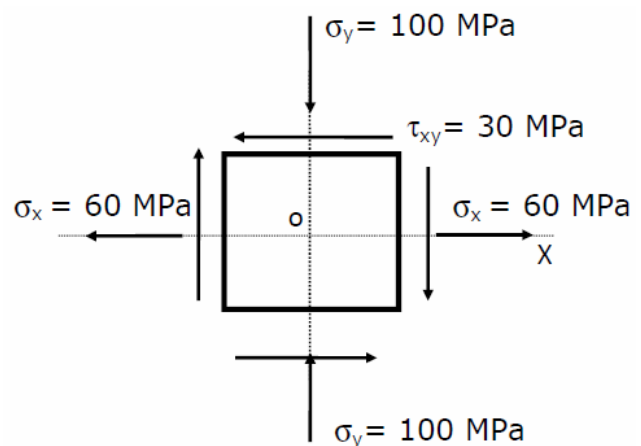

Figura 5.2
5.1.3 Considerando que o material tem uma tensão de cedência de 160 MPa determine, utilizando os critérios de Tresca e von Mises, se há ou não há cedência do componente solicitado pelo estado plano de tensões representado na Figura 5.2. Esboce as superfícies de cedência e marque o estado de tensão correspondente.